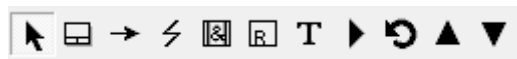

Рис. 48. Панель инструментов модели IDEF3
2. На диаграмме декомпозиции A2 выделите работу *Аналитический учет* и на панели инструментов модели нажмите кнопку *Go to Child Diagram* (Создать дочернюю диаграмму) . В появившемся диалоговом окне *Activity Box Count* (Число работ) установите тип методологии *IDEF3*, количество работ 5 и нажмите *OK*. Будет создана диаграмма декомпозиции, и отобразится панель инструментов модели *IDEF3* (рис. 48).